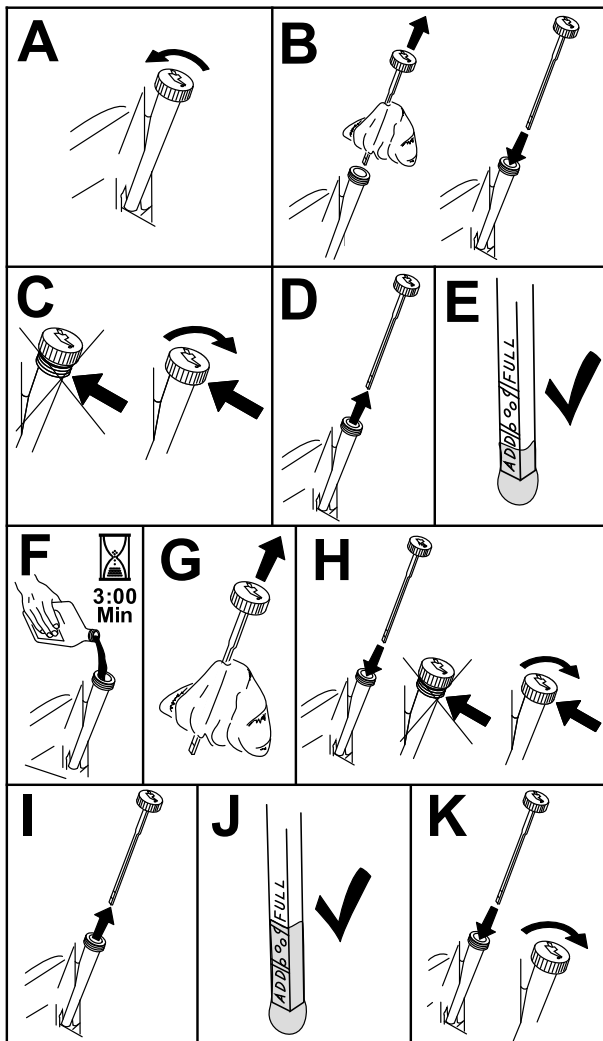

Bild 46
3. Reinigen Sie den Bereich um den Ölfüllstutendeckel bzw. den Ölpeilstab vor dem Abnehmen, damit kein Schmutz oder Schnittgut usw. in den Motor gelangt (Bild 46).